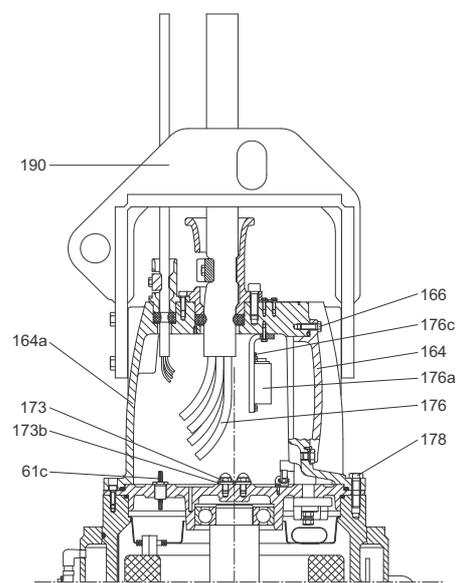

Рис. 24 Клеммная коробка, типоразмер 72
2. Удалить все винты (166). См. рис. 24.
3. Удалить крышку клеммной коробки (164) и кольцевое уплотнение (165).
4. Разогнуть уголки стопорной пластины (173b) и снять винты (173) вместе с пластиной.
5. Отсоединить провода кабеля питания (181) от клеммной колодки (177) на кронштейне верхнего подшипника (61c).
7. Отключить провода заземления кабеля управления (252).
8. Вывернуть наружные винты (178).